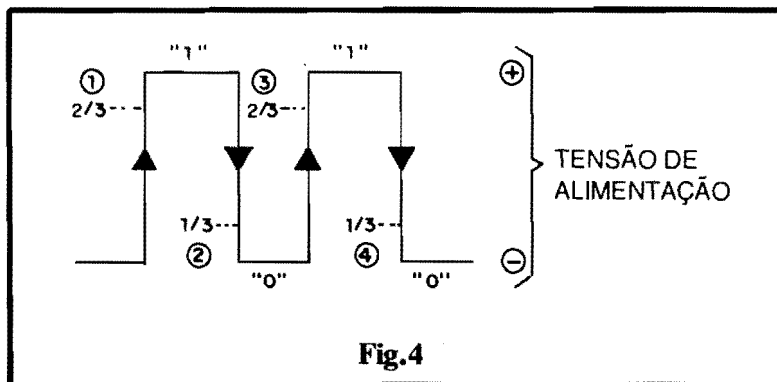
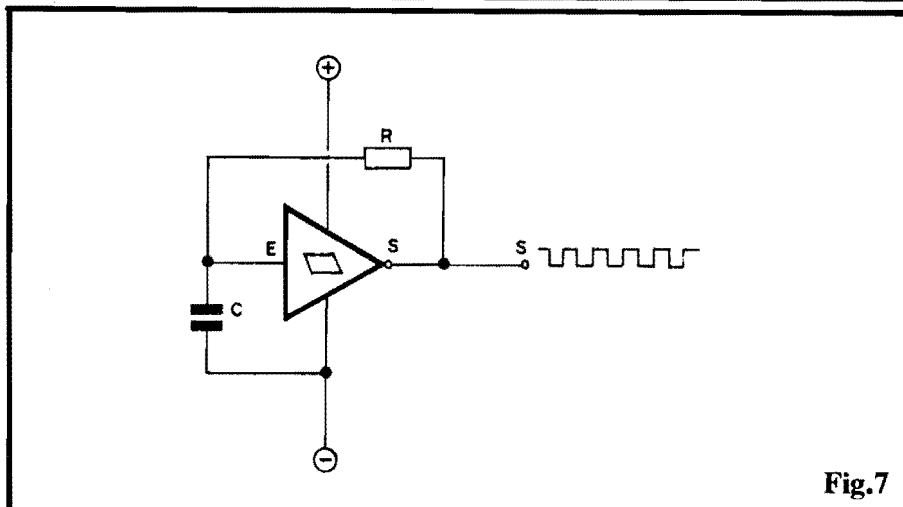

Fig. 4
Fig.7
- FIG. 4 - DETALHANDO OS LIMITES DE TRANSIÇÃO, NAS ENTRADAS SCHMITT TRIGGER
- FIG. 7 - UM ASTÁVEL COM GATE SCHMITT TRIGGER - Os gates S.T. Também simplificam **muito** a elaboração circuitual de blocos ASTÁVEIS (osciladores, “geradores de clock”...), normalmente “economizando” um gate (relembrem a estrutura básica do ASTÁVEL com gates C.MOS, na fig. 4 da “Aula” nº 22 - APE 57). Conforme mostra o diagrama da fig. 7, a estrutura básica de um ASTÁVEL com gate S.T. requer (além do único gate, desde um simples inversor...) apenas a presença obrigatória de um Resistor (R) e um Capacitor (C), componentes determinadores da própria Frequência de oscilação... Analisemos, rapidamente, o funcionamento do ASTÁVEL nessa configuração: ao ser **inicialmente** liga-